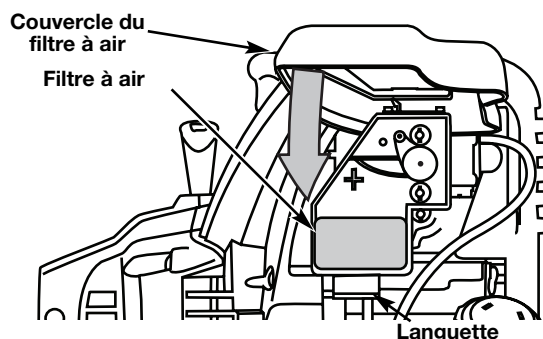

Fig. 49
8. Faites pivoter la couverture vers le bas jusqu'à ce que la languette sur la plaque arrière du filtre à air se verrouille en place dans la fente sur la couverture du filtre à air (Fig. 49).